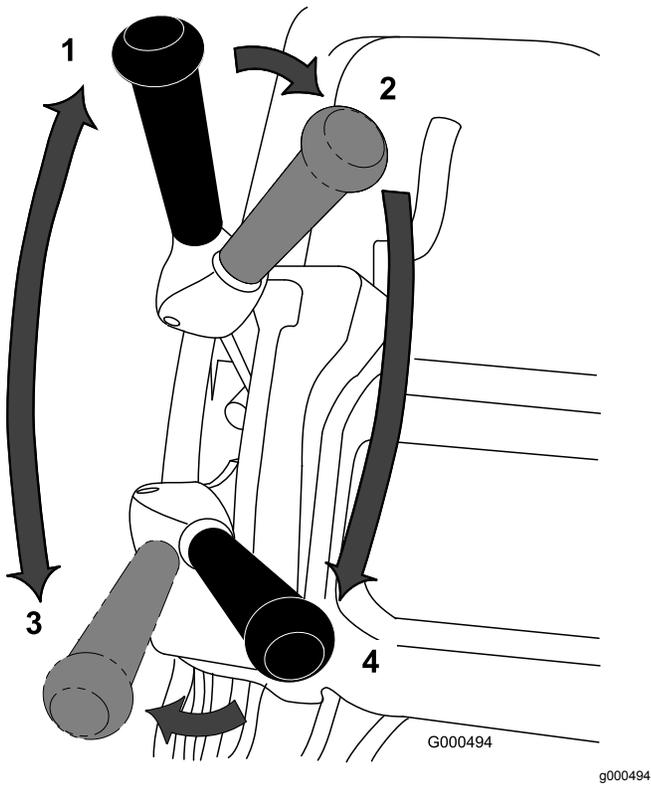

图32
1. 启动发动机将油门设置为低速向下推动手柄以提起滚刀组压低操作员到位控制装置将牵引和滚刀驱动接合杆移至前进行驶位置使机器行驶到果岭的环圈上 图32。
2. 将接合杆移至空档位置 图32。
3. 将接合杆移至牵引——空档位置和滚刀驱动——分离位置 图32。
4. 将牵引杆移至牵引——前进和滚刀驱动——接合位置 图32 增加油门速度直至机器按照所需的地面行驶速度行驶将机器行驶到果岭上将滚刀组放低到地面上然后开始剪草。